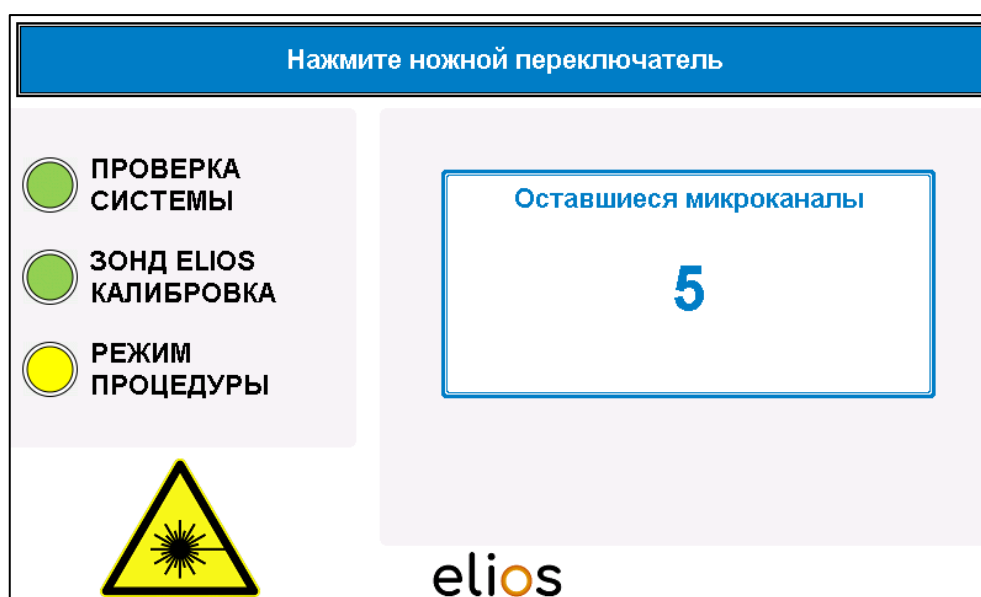

Рис. 4-16: РЕЖИМ ПРОЦЕДУРЫ
- Когда достигается максимальное количество 20 импульсов на микроканал, излучение лазера автоматически прекращается, программа переходит к следующему окну и становится доступно еще 20 импульсов (Рис. 4-16).
- Если ножной переключатель отпускается преждевременно, излучение лазера автоматически прекращается, а программа автоматически переходит к следующему окну (Рис. 4-16).